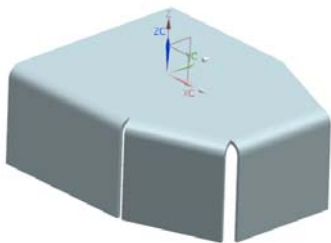

图 7-20 创建第 3 条弯边后的零件
(2) 设置“宽度选项”为完整，“长度”为50，“角度”为90，“参考长度”为“外部”，“内嵌”为“折弯外侧”，在“止裂口”列表框中的“折弯止裂口”和“拐角止裂口”下拉列表框中选择“无”。在“弯边”对话框中单击  按钮，创建弯边。如图 7-20 所示弯边特征。